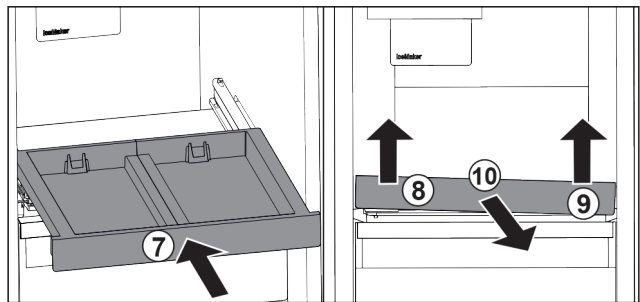

Fig. 119
- Rentrer le compartiment coulissant. *Fig. 119 (7)*
- Soulever le compartiment coulissant au niveau de la partie avant gauche. *Fig. 119 (8)*
- Soulever le compartiment coulissant au niveau de la partie avant droite. *Fig. 119 (9)*
- Retirer le compartiment coulissant par l'avant. *Fig. 119 (10)*